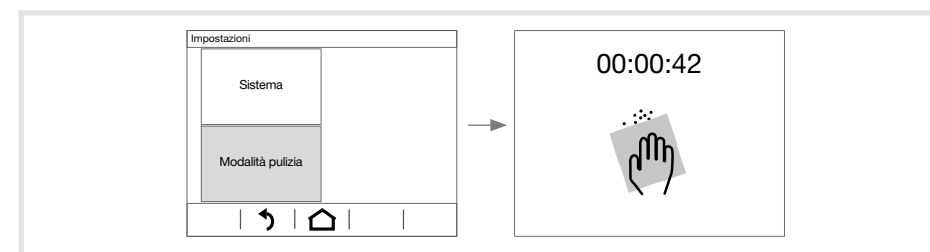

Figura 8: modalità di pulizia
- Selezionare il menu secondario **Modalità pulizia** (figura 8).
Il simbolo di pulizia mostra il blocco del display sensibile al tatto. Per la durata configurata – a cadenza di **5 minuti** – i contatti non vengono rilevati. Sul display viene conteggiato il tempo di pulizia residuo sotto forma di conto alla rovescia (figura 8).